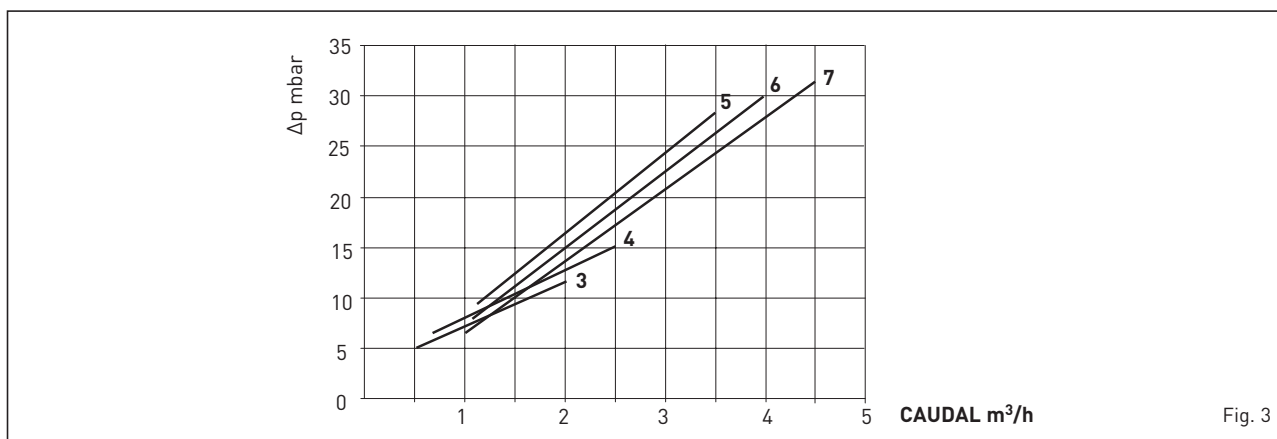

Fig. 3
**3.4 PERDAS DE CARGA (fig. 3)**